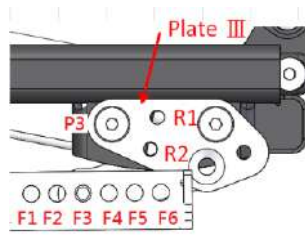

Figura 5-91
- Afloje el tornillo de P3. Retire el tornillo de R1 a R2 si fuese necesario. Vuelva a apretar los tornillos P3 y R1 o R2 según la tabla 5-3. (Figura 5-91). Coloque la placa IV y el tornillo P4 pero sin apretarlo aún.